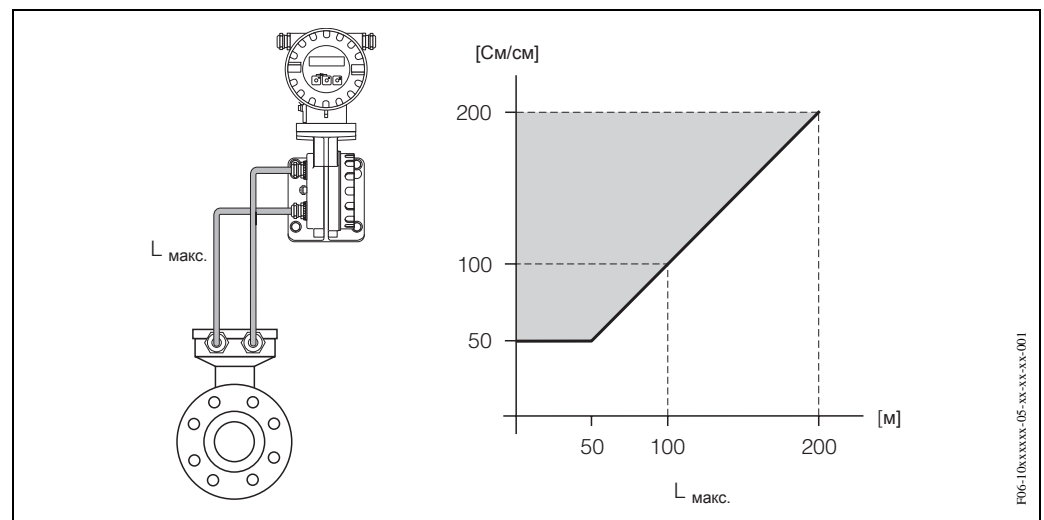

Рис. 15: Допустимая длина кабеля для варианта раздельного исполнения
- Допустимая длина кабеля  $L_{\text{макс.}}$  зависит от проводимости жидкости (Рис. 15). Для всех жидкостей требуется минимальная проводимость, равная 50 мкСм/см.